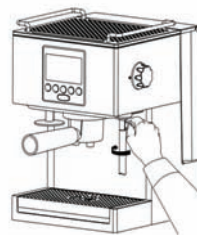

Рис. 9
ВНИМАНИЕ! Жигльора на пара/вряла вода (11) премествайте с помощта на специален крайник (Рис. 9). Жигльорът на пара/вряла вода е много горещ.
ВНИМАНИЕ! Жигльора на пара/вряла вода (11) премествайте с помощта на специален накрайник (Рис. 9). Жигльорът на пара/вряла вода е много горещ.